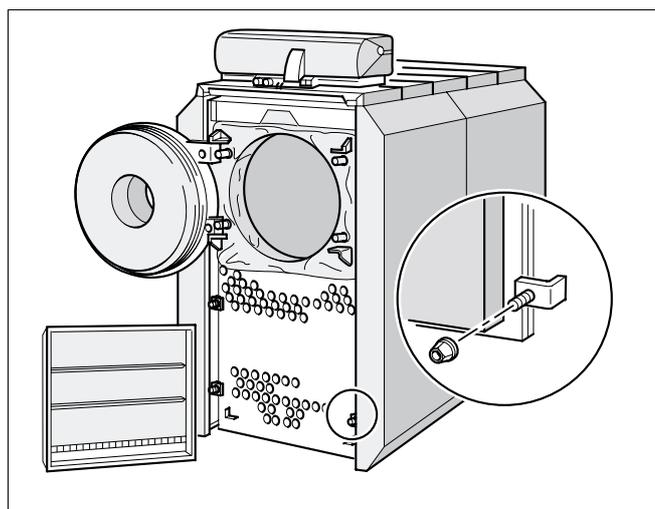

Fig. 26 Togliere la camera di inversione fumi ed aprire la porta della caldaia
- Svitare i dadi dall'angolare di fissaggio, ruotare l'angolare e togliere la camera di inversione fumi (fig. 26).
- Svitare le viti a testa esagonale dalla porta della caldaia ed aprirla (fig. 26).
- Applicare la camera di inversione fumi e chiuderla ermeticamente con gli angolari di fissaggio (fig. 26). Rispettare la posizione di montaggio.
5	Togliere la camera di inversione fumi (fig. 26, pagina 22)